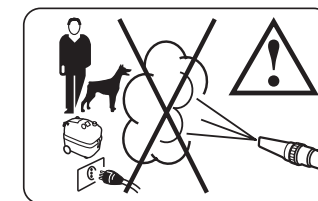

Abb. 3
- Das Gerät erzeugt einen sehr heißen Dampf; AUF KEINEN FALL den Dampfstrahl gegen Personen, Tiere oder elektrische Geräte (**Abb. 3**) richten und besonders Augen und Hände mit einer Brille und Handschuhen schützen, die den Unfallverhütungsvorschriften entsprechen.